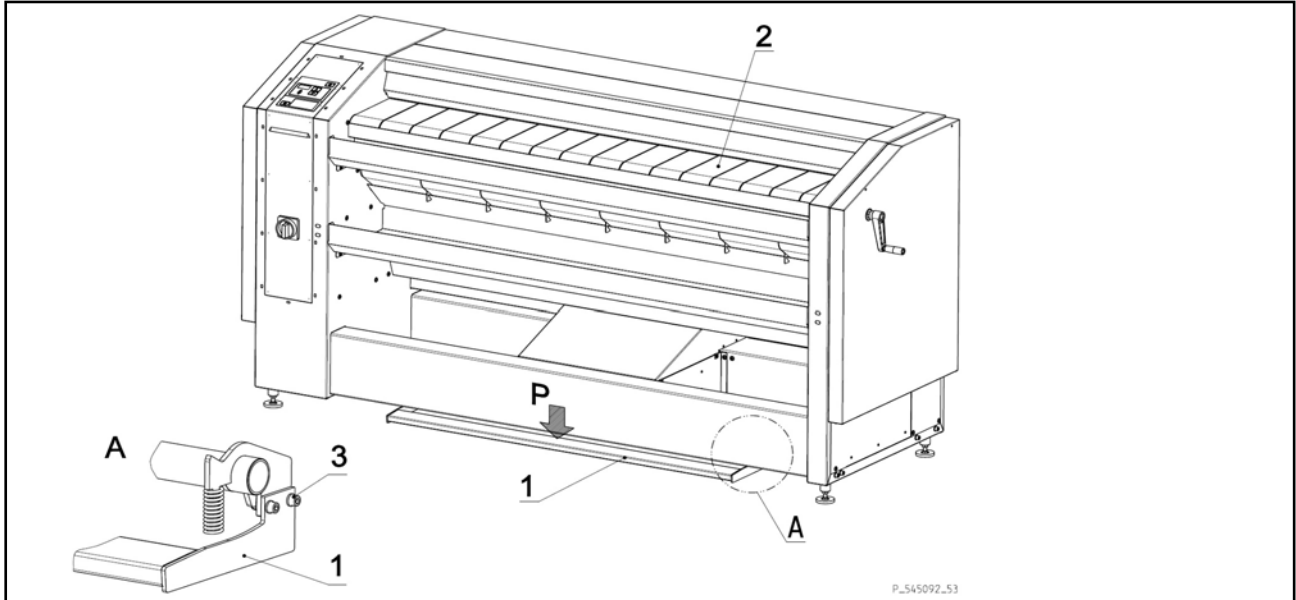

figura 5.7.
- El pedal del sistema de alto / arranque de la mesa de entrada, figura 5.7. es un equipo destinado al paro y el arranque seguido de los cintos de alimentación de la mesa de entrada. En las versiones (COIN y CPS) el sistema para automáticamente los cintos de la mesa de entrada en la fase de calentamiento y enfriamiento. El pedal se encuentra abajo adelante debajo del soporte principal delantero.
- Figura 5.7 – pedal del sistema de alto / arranque de la mesa de entrada.
- La unidad del pedal se suministra con la máquina en el estado de transporte que el pedal (1) está desmontado.